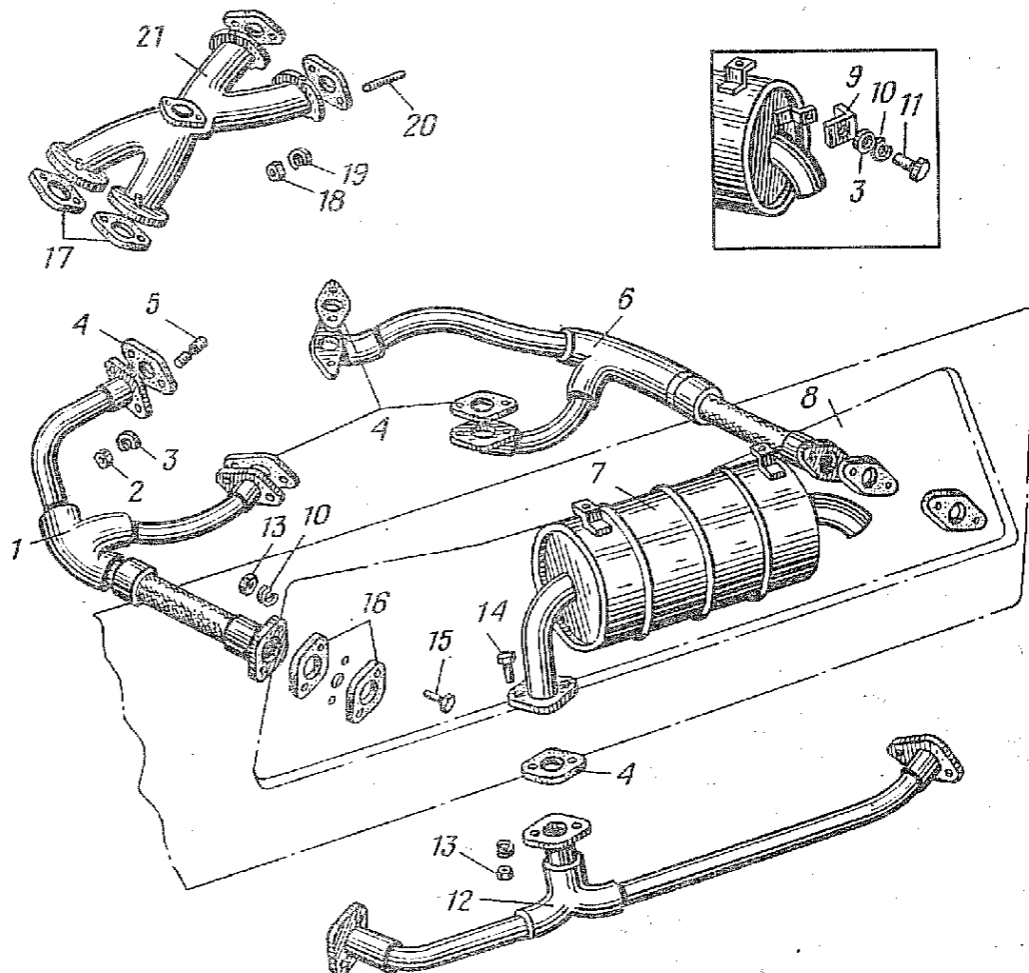

Рис. 38. Система впуска и выпуска газов:
1.2. Отвернуть гайки 13 (рис. 38) крепления правого (левого) выпускного коллектора к приемным трубам 12, снять пружинные шайбы 10; болты 15 не снимать (ключи 12 и 13).
2.1. Установить прокладки 4 (рис. 38) на шпильки патрубков головки цилиндров, присоединить к патрубкам правый (левый) выпускной коллектор 1 (6) и закрепить гайками 2 с плоскими шайбами 3 (ключ 12).
1.2. Отвернуть болты 14 (рис. 38) крепления глушителя 7 к приемной трубе 12 и снять прокладку 4 (ключи 12 и 13).
2.1. Установить на фланец приемной трубы 12 (рис. 38) прокладку 4, глушитель 7 и закрепить болтами 14 с гайками и плоскими шайбами (ключи 12 и 13).
1.10. Отвернуть гайки 18 (рис. 38) крепления впускного коллектора и снять со шпилек головок цилиндров плоские шайбы 19, впускной коллектор 1 (6) и прокладки 17. Закрыть впускные отверстия головок цилиндров технологическими заглушками (ключ 10, технологические заглушки).
2.4. Снять технологические заглушки. Установить на шпильки головок цилиндров прокладки 17 (рис. 38), впускной коллектор 1 (6) и закрепить гайками 18 с плоскими шайбами 19 (головка 10, рукоятка динамометрическая). Момент силы затяжки 1,0—1,2 кгс·м.